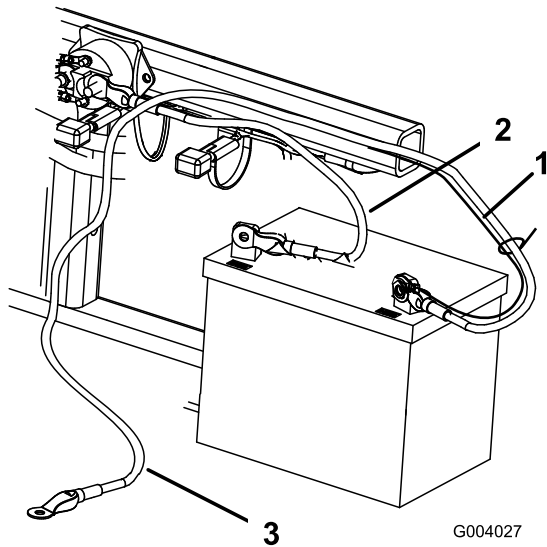

Figure 6
2. Fixez le câble positif (rouge) à la borne positive (+) avec un boulon ( $\frac{1}{4}$ " x  $\frac{5}{8}$ " ) et un contre-écrou (Figure 6).
3. Fixez le petit câble noir et le câble négatif (noir) à la borne négative (-) de la batterie avec un boulon ( $\frac{1}{4}$ " x  $\frac{5}{8}$ " ) et un contre-écrou ( $\frac{1}{4}$ " ) (Figure 6).